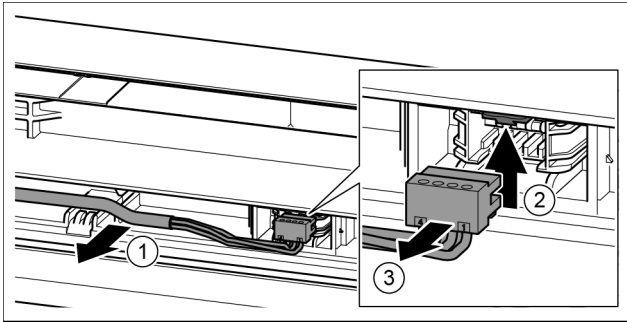

Fig. 19
- ▶ Внимателно освободете сивия кабел от водача във вратата. Fig. 19 (1)
- ▶ Натиснете езичето нагоре. Fig. 19 (2)
- ▶ Внимателно издърпайте щепсела. Fig. 19 (3)